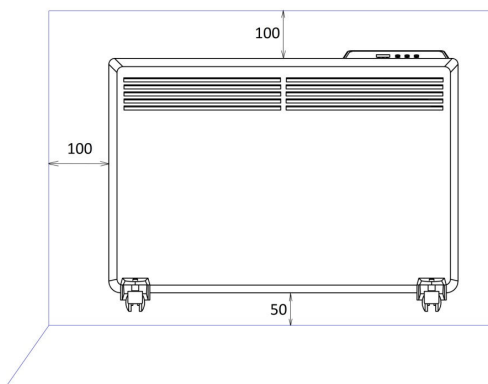

Рис. 1(изображение может отличаться в зависимости от марки конвектора)
- Минимальные расстояния до других предметов (рис. 1):